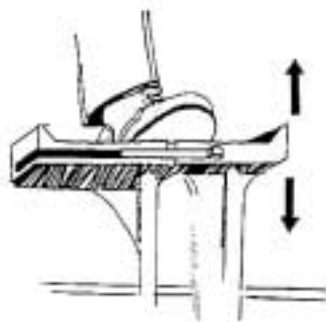

FIG. 41 Frenara golpes sucesivos, con los pedales conectados solidariamente*.
- Antes de frenar, se recomienda la reducción de velocidad. Frenar por golpes sucesivos sobre los pedales conectados, con el fin de evitar el bloqueo del tractor **FIG. 41**. Esta es una medida importante, sobre todo si se circula sobre superficies resbaladizas.